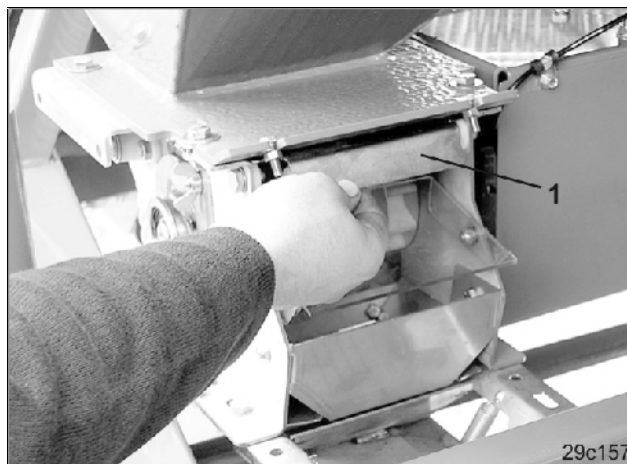

Fig. 43
- Spjældet (Fig. 43/1) lukkes, således at der ikke strømmer såsæd ud fra såsædsbeholderen.
- Figuren (Fig. 43) viser det åbne spjæld.
Spjældet (Fig. 43/1) åbnes!